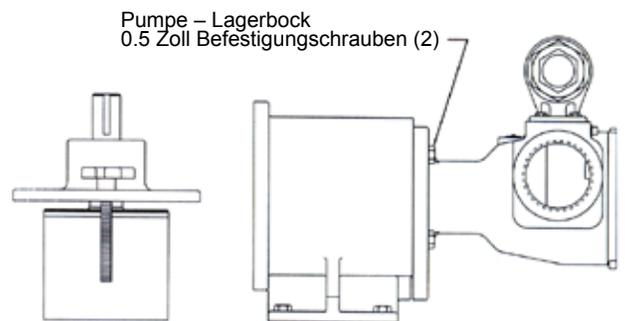

ABBILDUNG 21
Halten Sie die Finger von dem vorderen Befestigungsflansch der Pumpe und der Stirnfläche des Lagerbocks fern. Ziehen Sie mit großer Vorsicht den inneren Magneten von dem äußeren Magneten weg. (Siehe Abbildung 21.) Wenn Sie die Pumpe mit dem inneren Magneten nicht vollständig herausziehen, springt diese zurück und z. B. kann einen Finger oder die ganze Hand einquetschen. Seien Sie vorsichtig beim Absetzen der Pumpe, nachdem der innere Magnet entfernt ist, da jedes Metallteil angezogen wird.
3. Unterstützen Sie die Pumpe mit einem Kran und entfernen Sie die (4) 0,5 Zoll Befestigungsschrauben. **Siehe Abbildung 21.** Ziehen Sie die Pumpe aus dem Lagerbock. Es tritt dabei ein Widerstand auf, da die innere Magneteinheit den Lagerträger anzieht. Wenn der Lagerträger weiter zerlegt werden muß, siehe Seite 9. Denken Sie daran, daß Flüssigkeit austreten kann, wenn Sie den Spalttopf aus der Pumpe entfernen, da immer etwas Flüssigkeit im Spalttopf zurückbleibt.